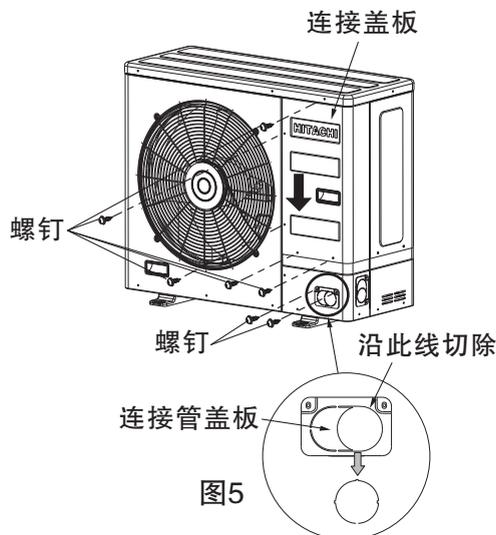
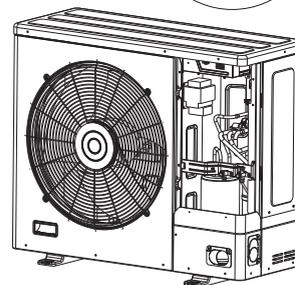

图5
图6
由于本室外机的截止阀在机器的内部，所以安装室内外连接管时必须将连接盖板拆下。如图5，拆下固定“连接盖板”的5处螺钉，将“连接盖板”向下再向外拆除。
当固定“连接盖板”的5处螺钉拆下后，“连接盖板”易按图5箭头方向，向下滑落。安装时请特别注意，防止其从高空坠落，造成人员伤亡。
(1) 本室外机正面、右面及后面共有3块连接管盖板。根据室内外连接管安装方向，拆下相应的“连接管盖板”，图5、图6为室内外连接管从前面安装的情况。
(2) 将固定连接管盖板的2处螺钉拆除，再将连接管盖板的中间部分切除，如图5。之后将连接盖板再安装到机器上。（如图6）
1. 铜管切割与扩口如图6所示